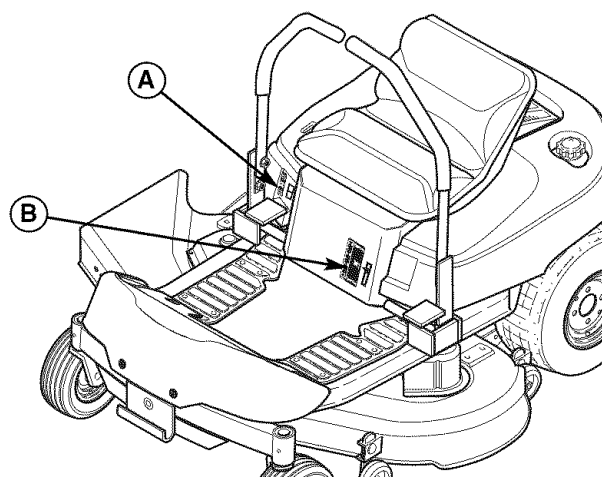

Figura 31. Ajuste de la altura de corte
Para aumentar la altura de corte de la segadora (elevar la cubierta de la segadora), oprima la parte superior del ajuste de altura de corte de la segadora (A, Figura 31). Para disminuir la altura de corte de la segadora (bajar la cubierta de la segadora), oprima la parte inferior del ajuste. El rango de la altura de corte de la segadora es 3-3/4" a 1-1/2". El indicador de altura de corte indica la posición de la cubierta de la segadora. El indicador de altura de corte (B) se encuentra en la parte frontal del montable, justo detrás de la pierna izquierda del conductor.